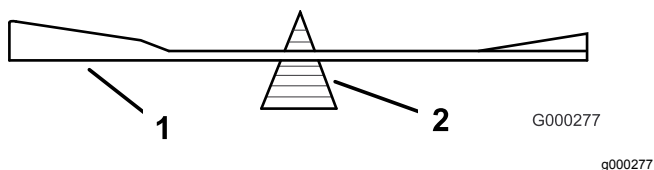

Figura 107
- Verifique o equilíbrio da lâmina colocando-a num equilibrador de lâminas (Figura 107).